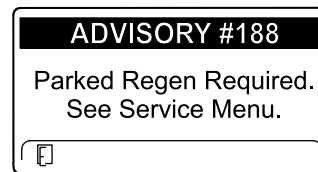

Figura 53
- Richiesta di rigenerazione parcheggiata ADVISORY #188 (Figura 53)